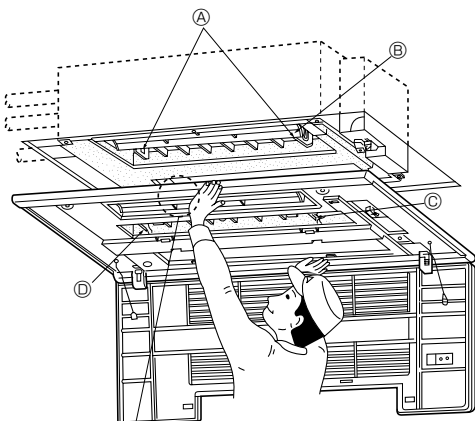

Fig. 5-4
5.3. Installer la grille (Fig. 5-4)